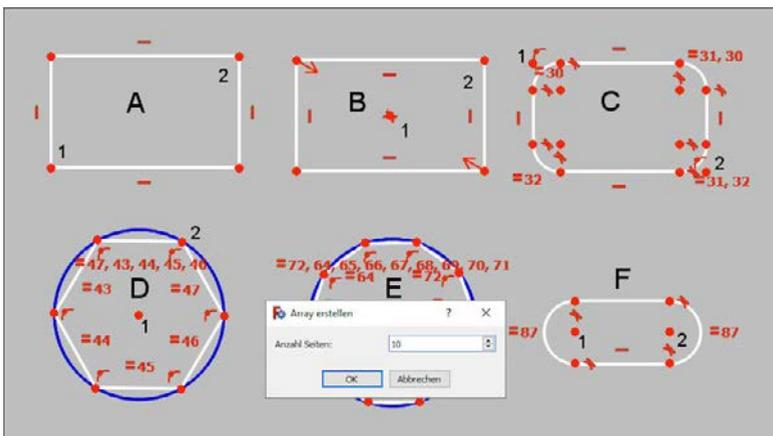

Abbildung 4.9: Zeichnen von Vielecken und Langlöchern
- **Rechteck erstellen:** Wieder in einer Drop-down-Liste lassen sich Rechtecke erstellen. Beim ersten Werkzeug geht es um Rechtecke, die durch Eingabe zweier diagonaler Eckpunkte erstellt werden (siehe Abbildung 4.9, A). Ein weiteres Werkzeug erstellt Rechtecke durch Eingabe des Zentrums und eines Eckpunkts (siehe Abbildung 4.9, B) und die dritte Variante erstellt ein Rechteck wie im ersten Fall, aber mit abgerundeten Kanten (siehe Abbildung 4.9, C). Um das Maß für den Rundungsradius anzupassen, verwenden Sie später die Bemaßungswerkzeuge.
- **Regelmäßiges Vieleck erstellen:** In einer Drop-down-Liste lassen sich regelmäßige Vielecke vom Dreieck bis zum Achteck wählen. Die Eingabe erfordert das Zentrum und eine Ecke (siehe Abbildung 4.9, D). Mit der Auswahl *Regelmäßiges Polygon* lässt sich die Zahl der Seiten in einem Dialogfeld bestimmen (siehe Abbildung 4.9, E). In allen Fällen wird eine Hilfsgeometrie als Inkreis gezeichnet.
- **Nut erstellen:** Mit diesem Werkzeug kann eine Nut (Langloch) erstellt werden. Dazu sind die beiden Zentren der Rundung erforderlich (siehe Abbildung 4.9, F). Die Breite des Langlochs und damit der Rundungsradius wird danach mit den Bemaßungswerkzeugen festgelegt.